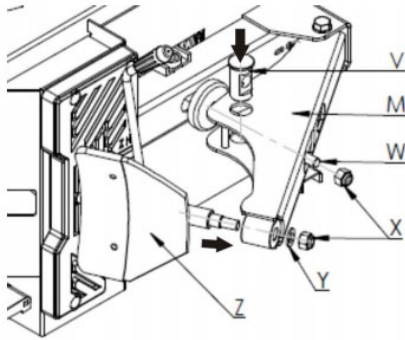

Abb.6-c
- Schritt 3: Installation des Wulstbrecherzylinder-Stifts. Ziehen Sie den Brecherarm M heraus, bis der Stift V in das Loch des Brecherarms eingesetzt werden kann (Hinweis: Stellen Sie sicher, dass die Schlitzseite des Stifts V nach außen zeigt). Lassen Sie den Arm M zurückkehren, nachdem der Stift V installiert wurde. (Hinweis: Führen Sie die Kolbenstange W durch das Loch des Stifts V.) Befestigen Sie die Verbindungsmutter X, wenn der Arm M zurückgelegt ist. Siehe Abb.6-c.
- Schritt 4: Schaufelinstallation. Wie in Abb.6-c dargestellt, installieren Sie die Schaufel Z von innen nach außen in das Loch des Arms M, installieren Sie die Unterlegscheibe Y und befestigen Sie die Verbindungsschraube X.